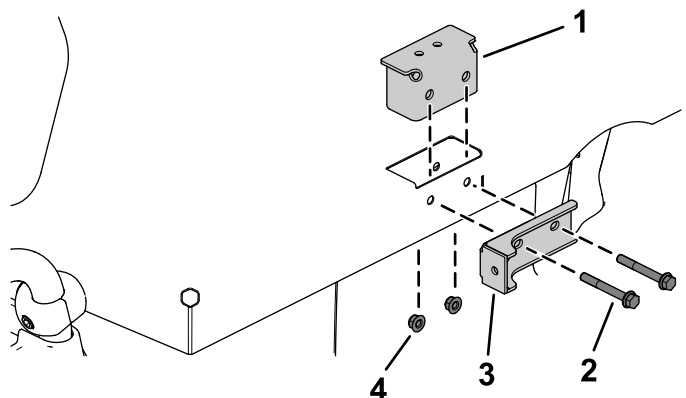

図 3
1. 図 3 のように、ステーキフィラーブラケットと荷台ブラケットを仮止めするフランジヘッドボルト 5/16 x 2-1/2" 2 本とフランジヘッドボルトロックナット 5/16" 2 個を使用する。